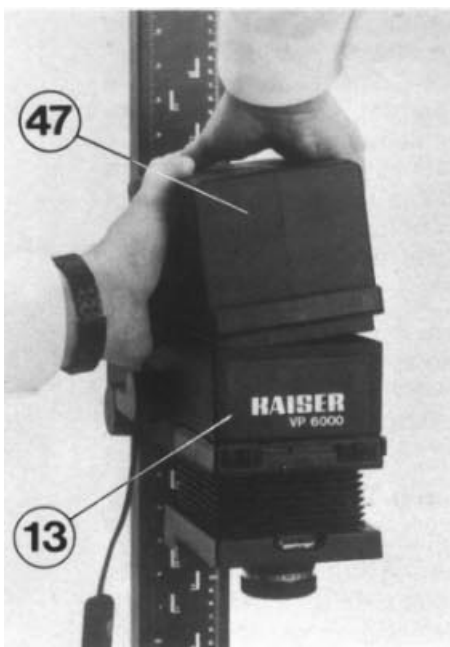

Bild 18
Die Beleuchtung erfolgt bei den S/W-Vergrößerern VP 6000 und VP 3500 mit einer Opallampe 220 V / 75 W (49). Zum Einsetzen und Wechseln der Lampe muß der Lampenkopf (47) vom Kondensorgehäuse (13) abgehoben werden. Dazu fassen Sie den Lampenkopf zweckmäßigerweise mit beiden Händen und heben ihn unter wechselndem beidseitigem Gegendrücken nach oben ab (Bild 18).